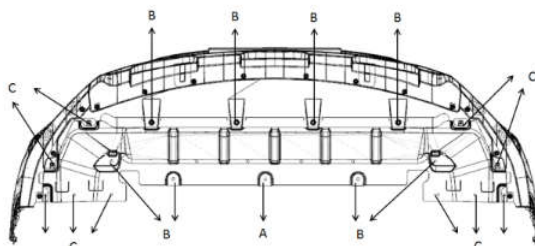

图 4-4-1 发动机下前挡泥板的拆卸示意图
(1) 用一字起将图 4-4-1 所示位置子母扣 A 翘起;
(2) 用十字起将螺钉 C (共 10 个) 卸下, 用 10# 套筒将六角头自攻锁紧螺钉和大垫圈组合件 B (共 8 个) 卸下, 完成上述操作即可将发动机下前挡泥板拆卸下来。
(1) 发动机下后左、右侧护板先装, 后装配发动机下前挡泥板; 先用子母扣定位 (如上图 4-4-1 所示位置), 再用锁紧螺钉固定两侧的点 (如上图 4-4-1 所示位置), 然后其余孔依次用自攻钉和锁紧螺钉打紧即可;
(2) 需注意: 挡泥板需塞到保险杠背面, 图示两侧的安装点, 前保处于中间位置, 发动机下前挡泥板处于整车最下方